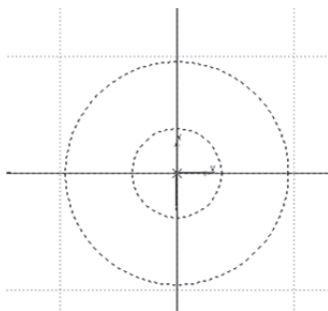

Рисунок 4.2
2. Щёлкните в автоменю «Создать две перпендикулярные прямые и узел» и зафиксируйте положение узла в начале координат. Далее постройте две окружности радиусом **100 мм** и **40 мм** (рис. 4.2), щёлкнув по кнопке «Построить окружность». Завершите выполнение команды щелчком на кнопке «Выход из команды» в автоменю.